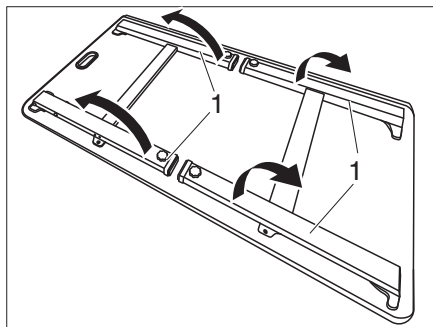
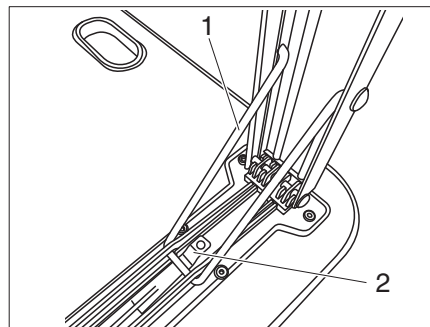

Figura 35 Parte inferior de la mesa
Figura 36 Bloqueo
- Subir todos los pies de la mesa (Figura 35,1) hasta que los ganchos (Figura 36,1) encajen en los bloqueos.
- Presionar el enclavamiento (Figura 36,2) y mover los pies de la mesa (Figura 35,1) hacia abajo.